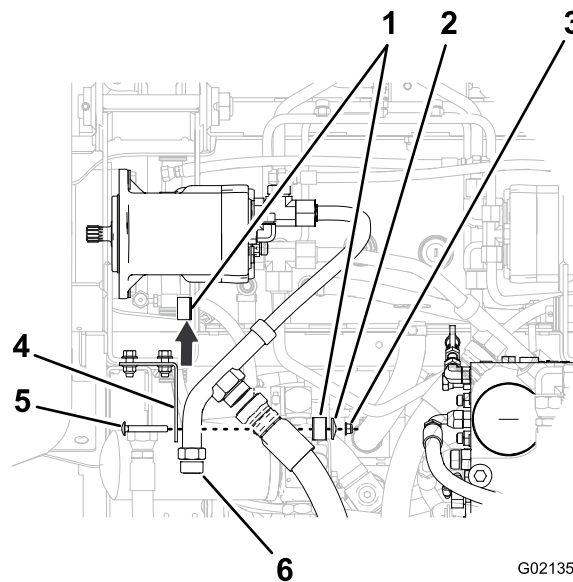

Figura 4
1. Retire el perno, la tuerca y la chapa de la abrazadera que sujetan las dos mitades de la abrazadera y el tubo del divisor al soporte de la manguera (Figura 4).
2. Retire las dos mitades de la abrazadera (Figura 4).